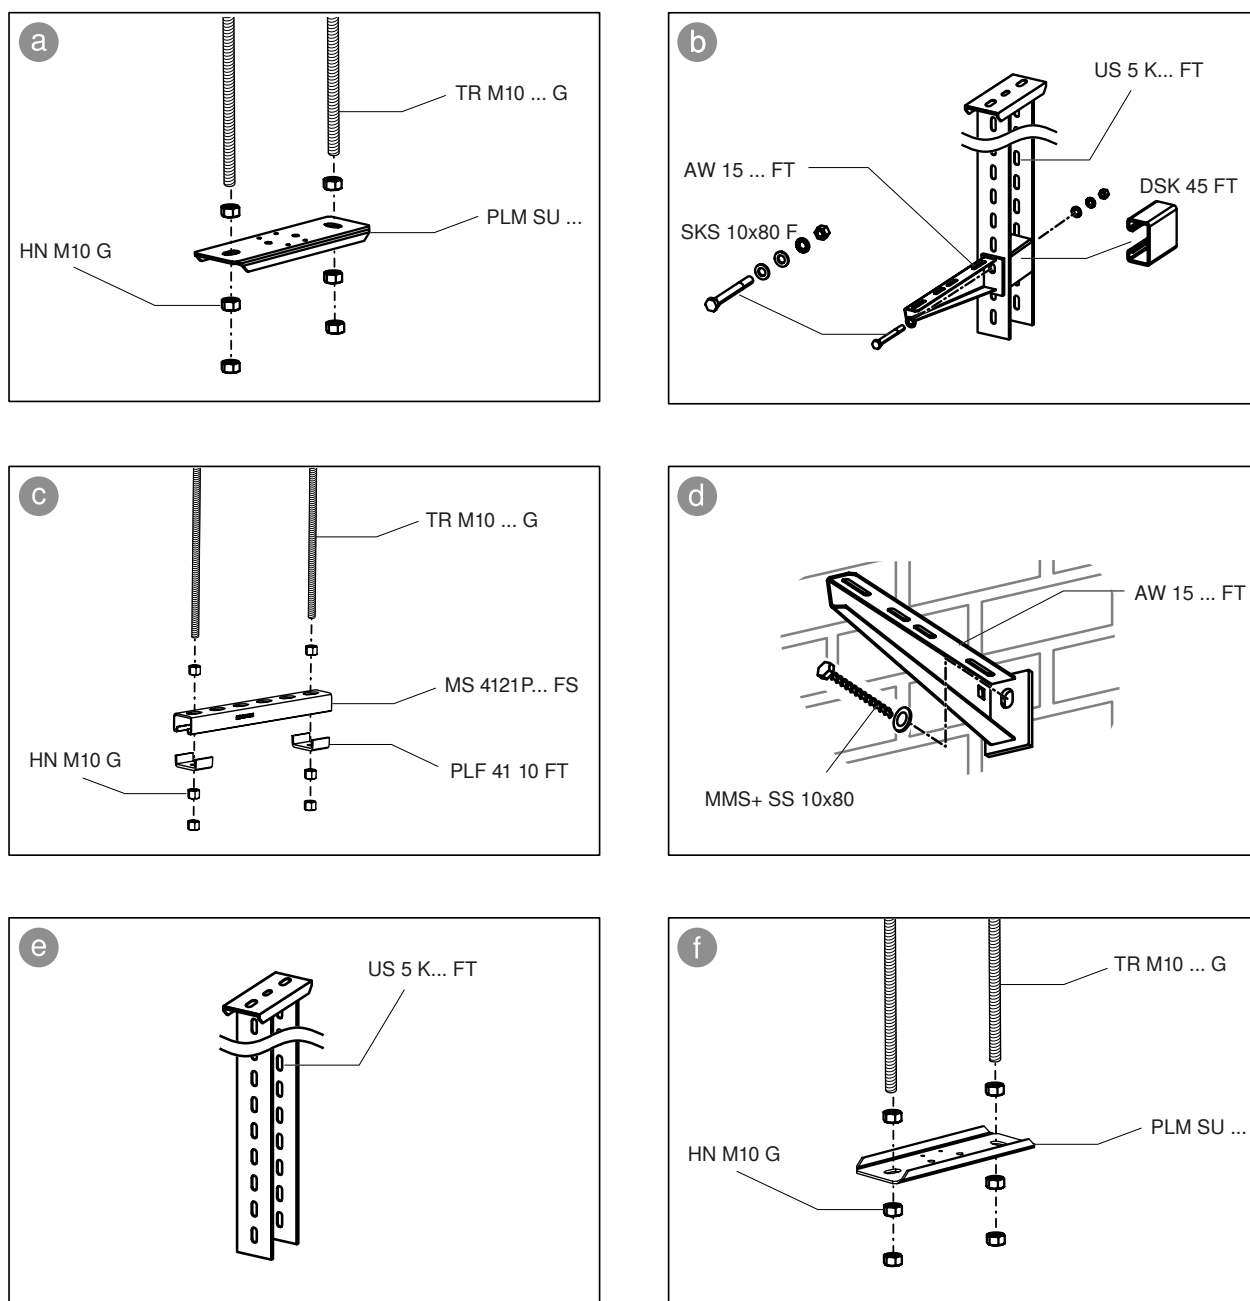

Fig. 9: Montage de systèmes porteurs
L'espacement maximal entre les supports pour le montage suspendu est de 1 m. Pour le montage avec un rail de montage **c** conformément à Fig. 9, la console **b**, **d** ou le montant en U **e**, la distance par rapport au point de jonction doit être de 100 mm au minimum afin que l'éclisse couvre-joint PLM SI... puisse être montée sans difficulté.
Remarque ! Autrement, pour le montage avec une console **a** conformément à Fig. 9 et **f**, la suspension peut être montée directement sous le point de jonction, par ex. en cas de montage de pièces de forme (voir aussi „8.2.1 Montage d'une pièce de forme sur un système porteur **a** / **f**“ de la page 27 à ce sujet). Utiliser ici la vis de connexion PLM SF 4x8 réf. 3498092 afin de continuer à garantir un montage sans difficulté de l'éclisse couvre-joint.
3. Monter le système porteur conformément à Fig. 9.